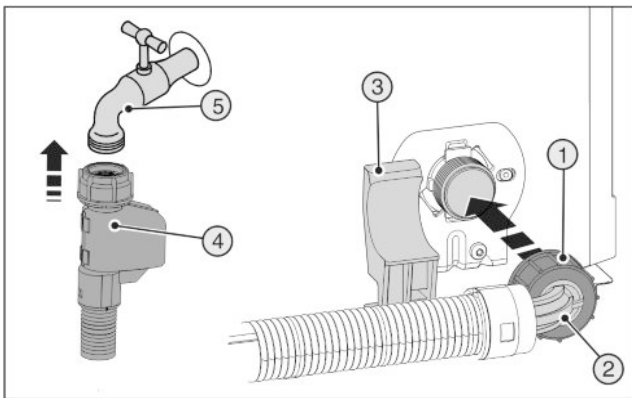

Fig. 21
- ▶ Rechte uiteinde van de slang Fig. 21 (4) op de afsluitkraan Fig. 21 (5) aansluiten.